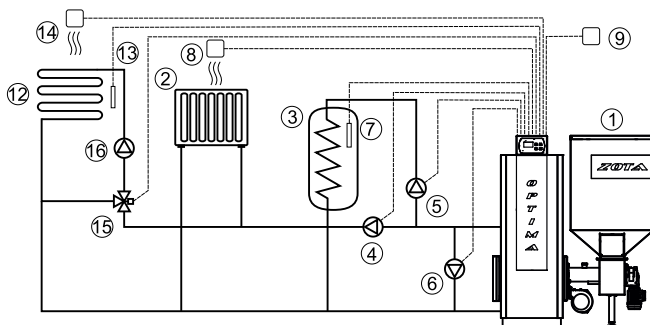
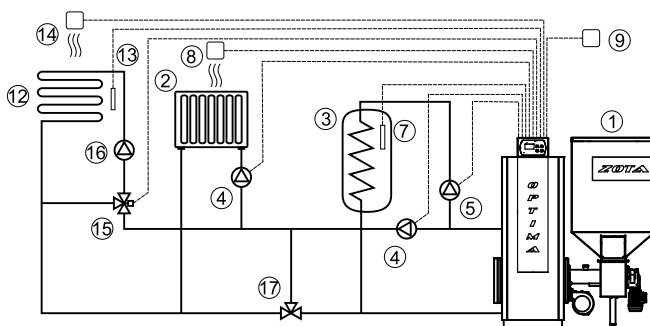
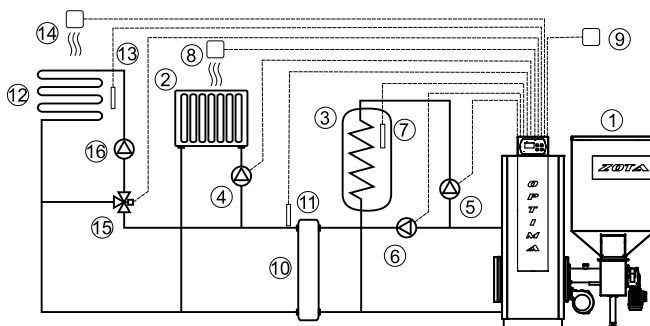

Рис.10 Упрощенная схема подключения котла с узлом рециркуляции
Рис.11 Упрощенная схема подключения котла с термостатическим клапаном
Рис.12 Упрощенная схема подключения котла с гидроразделителем
7.4.1. Упрощенные варианты схем монтажа котла с закрытой системой отопления представлены на рис. 10; рис. 11; рис. 12. Представленные схемы не заменяют проектного чертежа закрытой системы отопления и предназначены только для просмотра!
7.4.5. Во избежание конденсации продуктов сгорания в котле и повышения долговечности котла и дымохода, отопительный котел должен быть оборудован контуром рециркуляции или смесительным устройством, поддерживающим температуру теплоносителя на входе в котел выше 65°C, (точка росы продуктов сгорания) (см. рис. 10, 11, 12). Для монтажа системы рециркуляции на задней стенке котла предусмотрены патрубки (рис. 2 поз. 21 и 22).